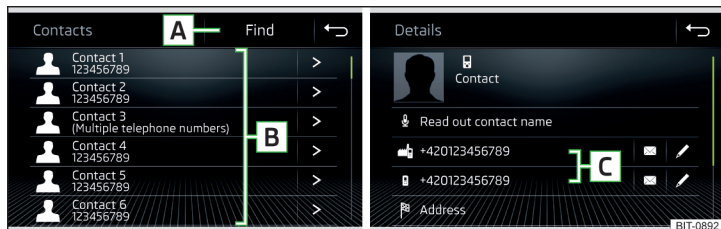

Fig. 154 Elenco dei contatti telefonici / dettagli dei contatti
► Nel menu principale *Telefono* toccare il tasto funzione si visualizza un elenco dei contatti telefonici » fig. 154.